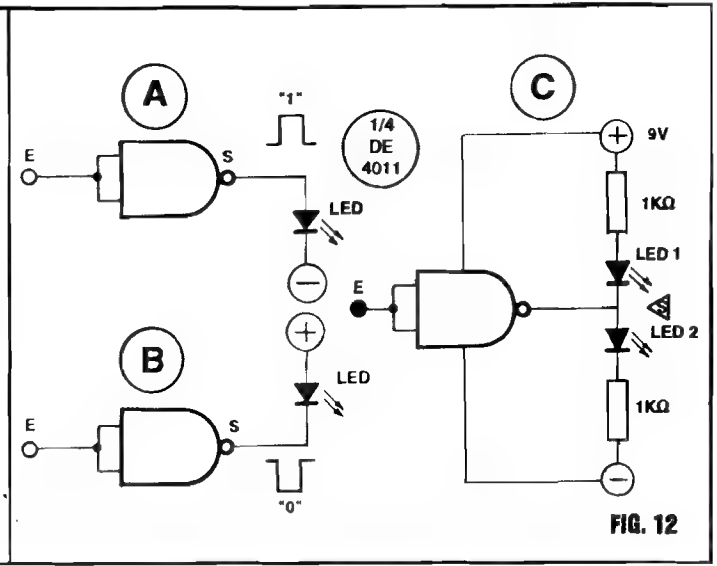

FIG. 12
- FIG. 12 - FALANDO, AGORA, DAS SAÍDAS DOS GATES... - Já vimos que uma Saída de bloco digital C.MOS, qualquer que seja o nível ou estado momentaneamente nela apresentado, está sempre “limitada”, automaticamente, por um “resistor” interno à linha de alimentação positiva ou negativa... Essa característica faz com que não seja possível grandes “puxadas” ou “fornecimentos”